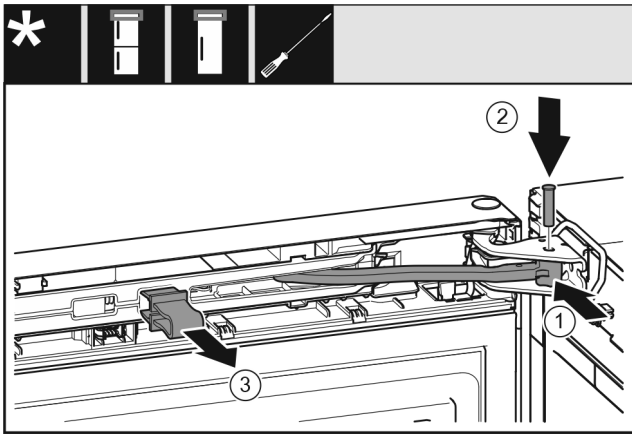

Fig. 66
- ▶ Gelenk Fig. 66 (1) in Lagerbock drehen.
- ▶ Bolzen Fig. 66 (2) in Lagerbock und Gelenk einsetzen. Dabei darauf achten, dass der Rastnocken korrekt in der Nut sitzt.
- ▶ Sicherung Fig. 66 (3) abnehmen.